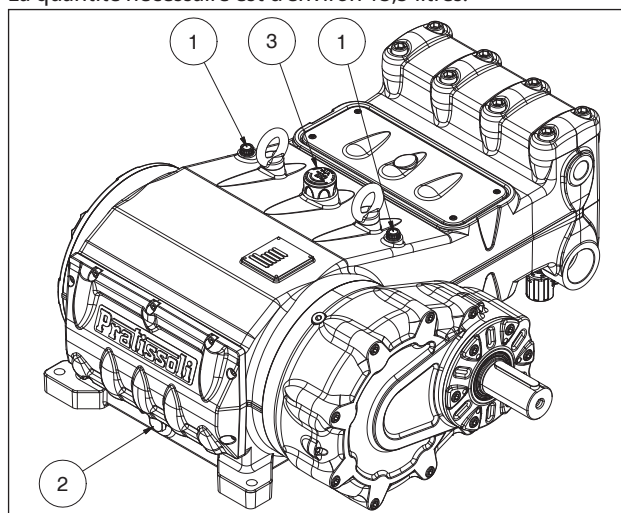

Fig. 3
Contrôler le niveau d'huile à travers les jauges présentant des repères de niveau minimum et maximum ①, Fig. 3.
Si nécessaire, faire l'appoint à travers le bouchon ③, Fig. 3.
Le contrôle de niveau d'huile correct est effectué avec la pompe à la température ambiante, l'huile doit être vidangée avec la pompe à la température de fonctionnement en retirant le bouchon pos. ②, Fig. 3.